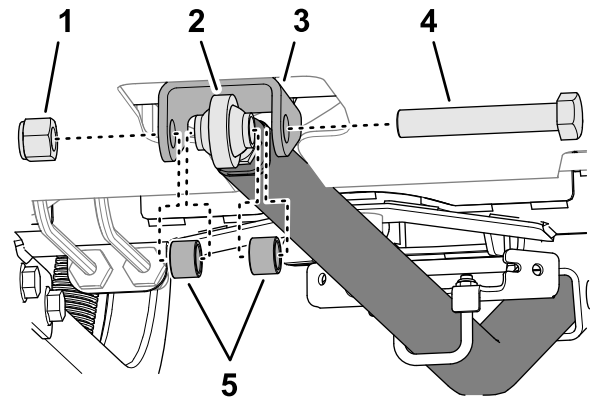

Figure 13
8. Alignez le trou côté tige de la barre d'attelage et les trous du support de la barre d'attelage au niveau la cloison du cadre arrière (Figure 13).
9. Fixez le côté tige de la barre d'attelage sur le support à l'aide de la vis (3/4 x 4 1/2 po), de 2 rondelles et d'un contre-écrou (3/4 po), comme montré à la Figure 13.